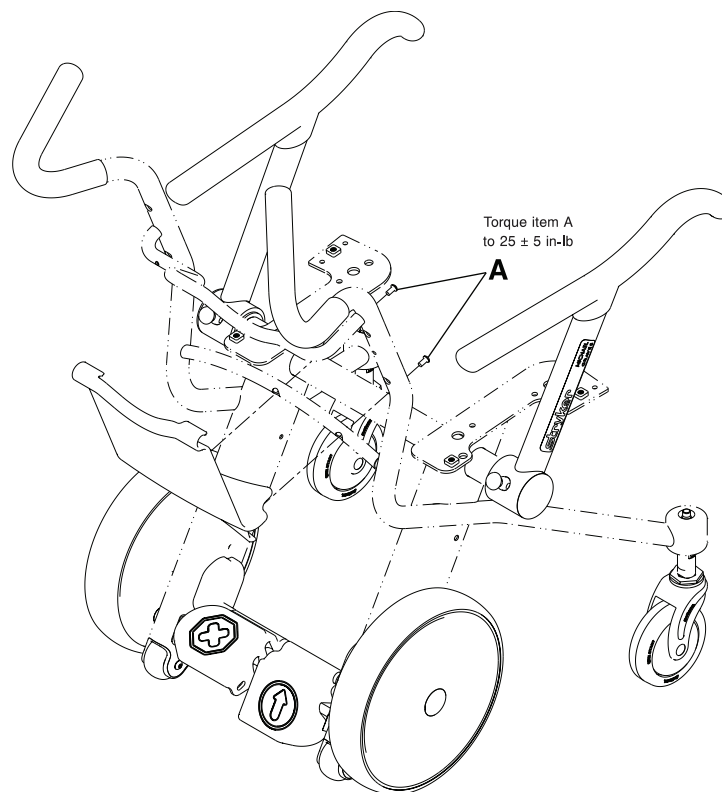

Figura 6-22: Sostituzione del portadocumenti
3. Con la chiave a brugola da 5/32" rimuovere le due viti con testa a bottone (A) che fissano la parte inferiore del portadocumenti al telaio della sedia (Figura 6-22 a pagina 6-39). Mettere le viti da parte. Al momento di rimontare le viti, serrarle a  $25 \pm 5$  in-lb ( $2,8 \pm 0,6$  Nm) con la chiave dinamometrica da 3/8".